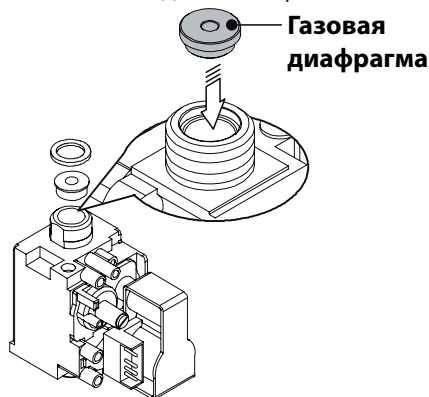

Рисунок 8.3
- Выполните операции по смене типа газа, заменяя соответствующим образом газовую диафрагму (Рисунок 8.3), в соответствии с указанием раздела "Технические данные" стр. 24.